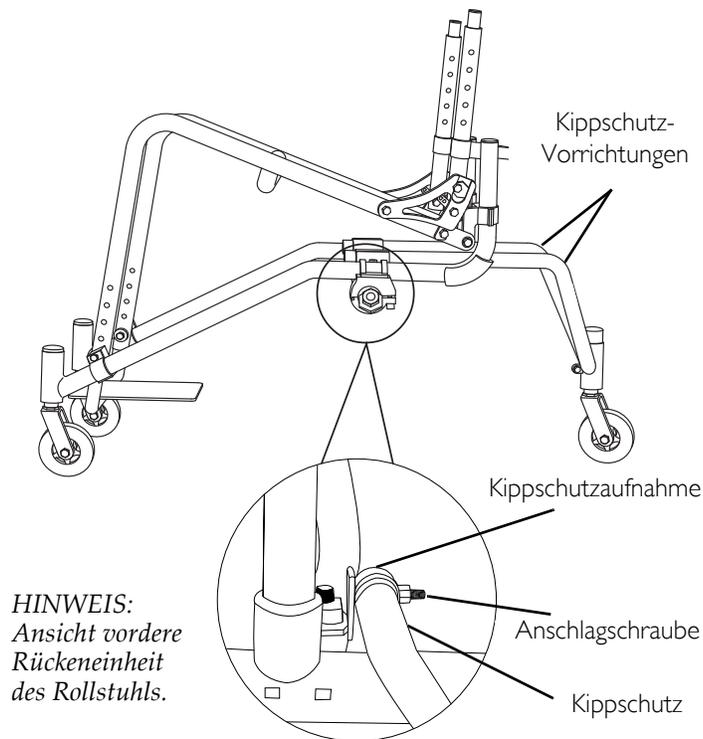

ABBILDUNG 7.6 Montage/Demontage/Einstellung des schwenkbaren Kippschutzes
HINWEIS: Für dieses Verfahren siehe Nähere Angaben zu diesem Verfahren finden Sie in ABBILDUNG 7.6 auf Seite 68.
1. Lösen Sie die Anschlagsschrauben an den Kippschutzaufnahmen (ABBILDUNG 7.6 auf Seite 68).
1. Zur Höheneinstellung des schwenkbaren Kippschutzes die Schutzabdeckung entfernen und die Anschlagsschraube an der schwenkbaren Kippschutzrollenanordnung lösen (ABBILDUNG 7.6 auf Seite 68).